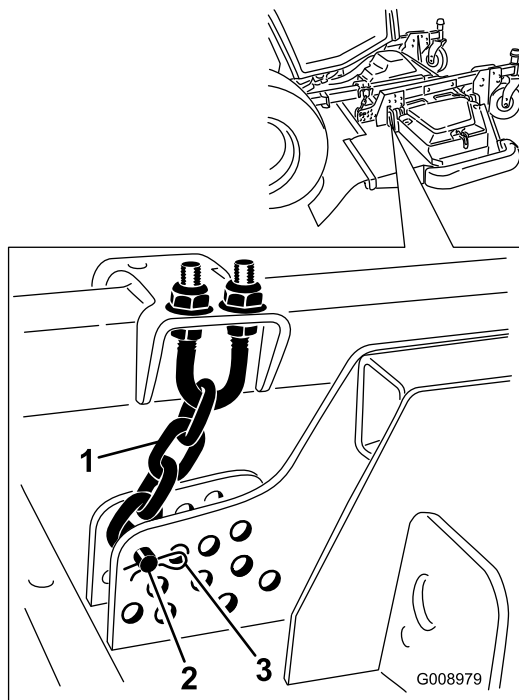

Figura 131
4. Retire o perno de gancho e pino de segurança que fixam as correntes da altura de corte à traseira da plataforma do cortador (Figura 131).